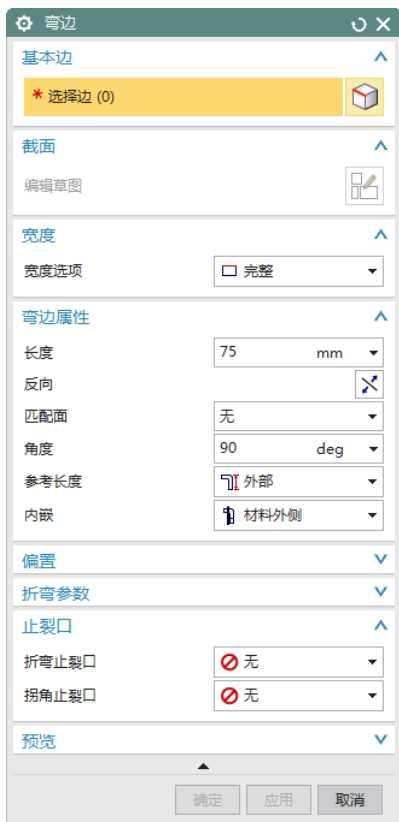

图 11-78 “弯边”对话框
(1) 选择“菜单(M)” → “插入(S)” → “折弯(N)” → “弯边(F)...”，或单击“主页”选项卡“折弯”面组上“弯边”按钮, 打开如图 11-78 所示“弯边”对话框。